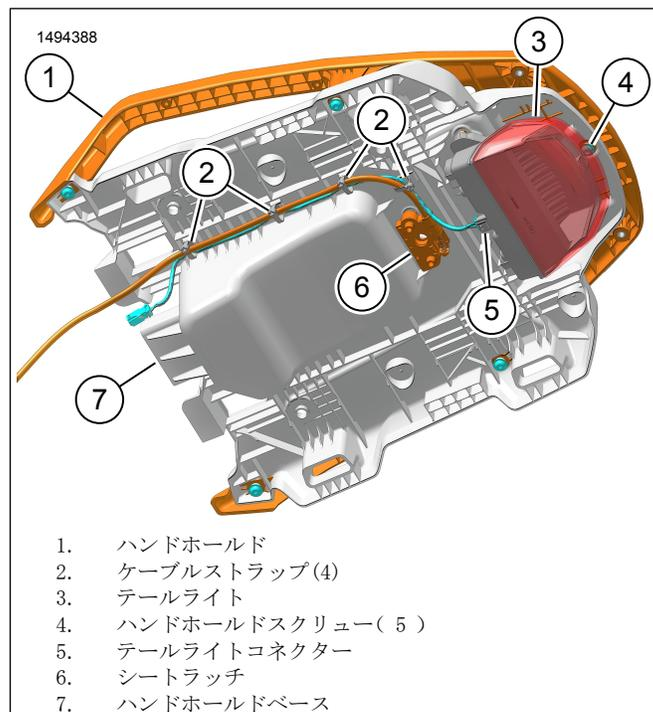

図4。ハンドホルドベースを分解します
2. 図4を参照してください。ケーブルストラップ(2)を取り外し、廃棄します。
3. 図4を参照してください。テールライト(3)を取り外します。
4. 図4を参照してください。シートラッチ(6)を取り外します。
5. 図4を参照してください。ハンドホルドベース(7)からハンドホルド(1)を取り外します。
1. 図4を参照してください。シートラッチ(6)を取り付けます。
2. 図4を参照してください。テールライト(3)を取り付けます。
3. 図4を参照してください。シートラッチケーブルとテールライトハーネスを配線します。新品のケーブルストラップ(2)で固定する。